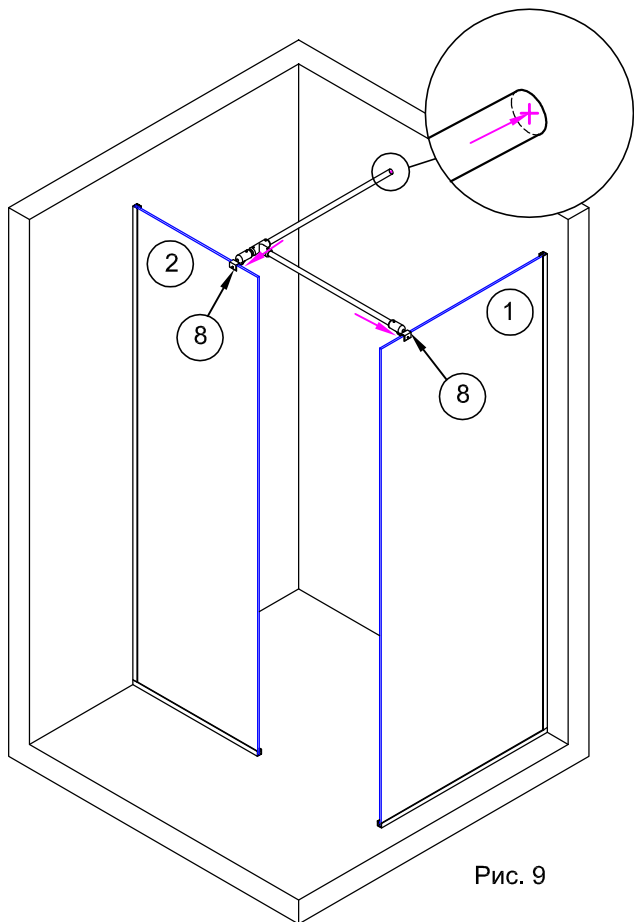

Рис. 9
4.2. Установить собранную штангу на стела панелей (рис.9). Отступ от внешних углов стекол до держателей стекол №8 50 - 100 мм. Временно зафиксируйте на стеклах держатели штанги, закрутив винты шестигранным ключом (рис.9).
4.3. При помощи уровня обеспечить горизонтальное положение штанги. На противоположной стене отметить положение оси штанги (рис.9).